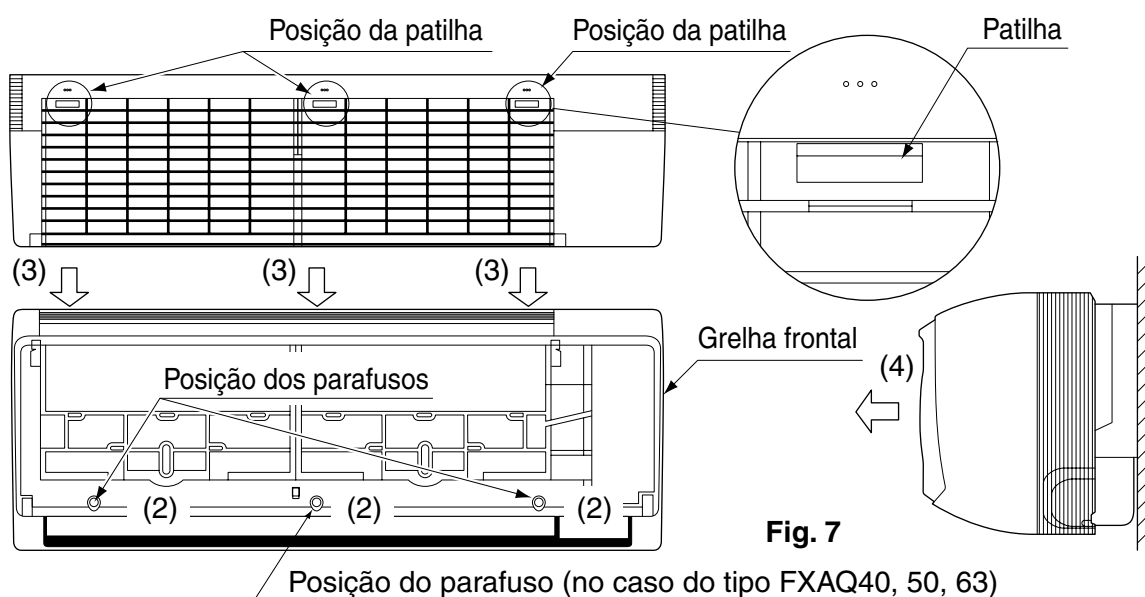

Fig. 7
- Retire a grelha frontal. (Consulte a Fig. 7)
- Agora, retire o material de amortecimento colocado no passo (6).
- Retire a grelha frontal. **(Consulte a Fig. 7)**